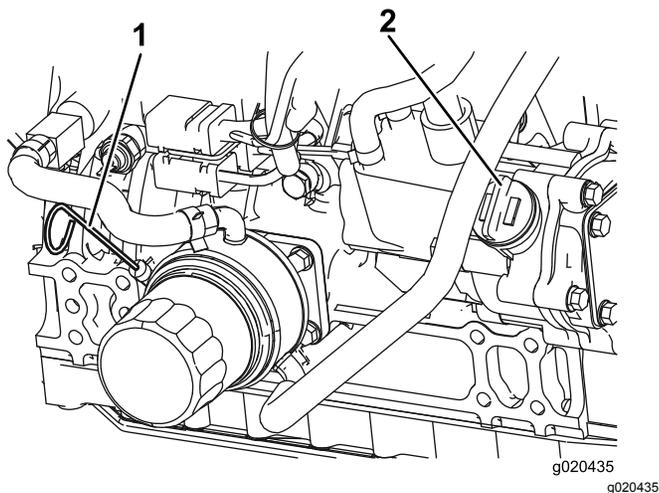

Figure 58
**Remarque:** Le niveau d'huile doit se situer dans la plage de sécurité (Figure 58).
4. Si le niveau d'huile ne se situe pas dans la plage de sécurité, enlevez le bouchon de remplissage (Figure 58) et faites l'appoint jusqu'à ce que le niveau correct soit atteint. **Ne remplissez pas excessivement.**